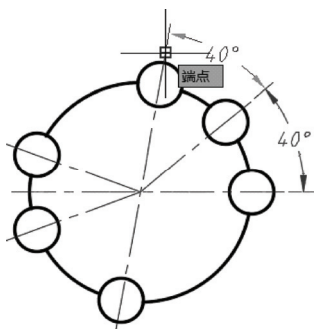

图 8-31 指定第二条尺寸界线原点
- 4** 使用对象捕捉指定第二条尺寸界线原点,如图 8-31 所示。